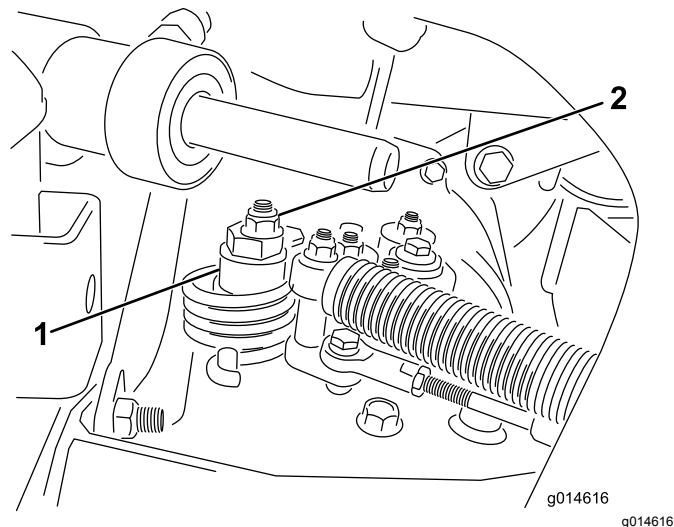

Figure 53
- A. Desserrez l'écrou de fixation de l'excentrique en haut de l'hydrostat (Figure 53).
- C. Tournez l'excentrique jusqu'à ce que la roue ne tourne plus dans aucune direction. Lorsque la roue arrête de tourner, serrez l'écrou pour bloquer l'excentrique et le réglage (Figure 53). Vérifiez le réglage avec la commande d'accélérateur en position Bas régime, puis Haut régime.